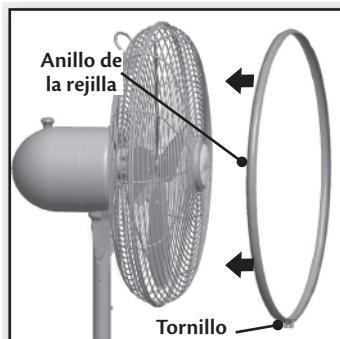

Figura 15
8. Expanda el anillo de la rejilla aflojando el tornillo que los une. Figura 15.
9. Deslice el anillo de la parrilla sobre las parrillas delantera y trasera girando el anillo para que el tornillo quede en la parte inferior. Figura 15.